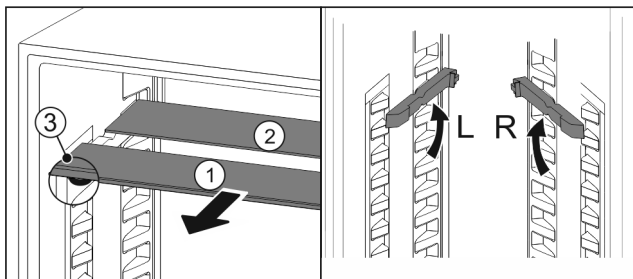

Fig. 102
- Skleněné desky jednotlivě vytáhněte dopředu Fig. 102 (1).
- Skleněná deska Fig. 102 (1) s ozdobnou lištou leží vpředu.
- Zárážky Fig. 102 (3) směřují dolů.